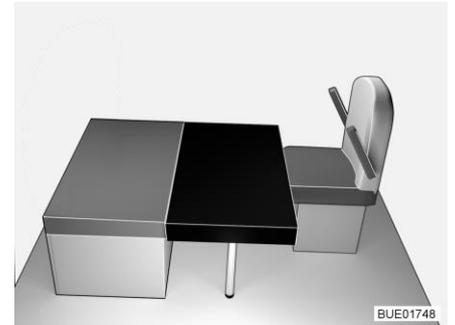

Fig. 82 Después de la transformación
- Colocar el cojín adicional cuadrangular en la mesa (delante del cojín del asiento del banco, véase Fig. 82). En esto, el recorte en el cojín adicional se encuentra en la pared de apoyo delantera.